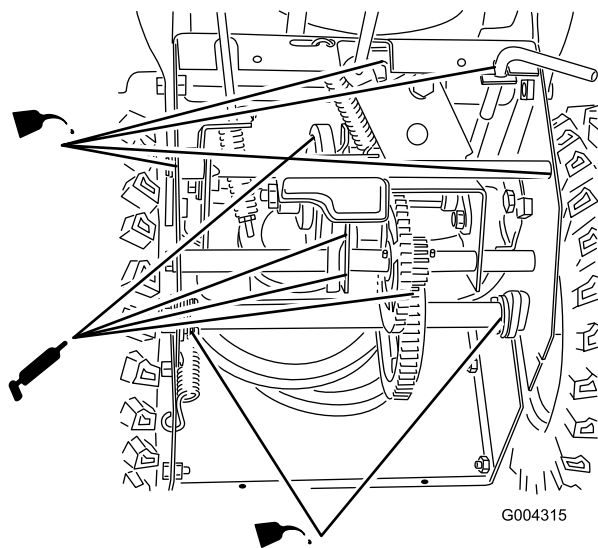

Figura 28
- Lubrificate leggermente lo spazzaneve con olio leggero, Figura 28.
- Lubrificate lo spazzaneve con del grasso, Figura 28.